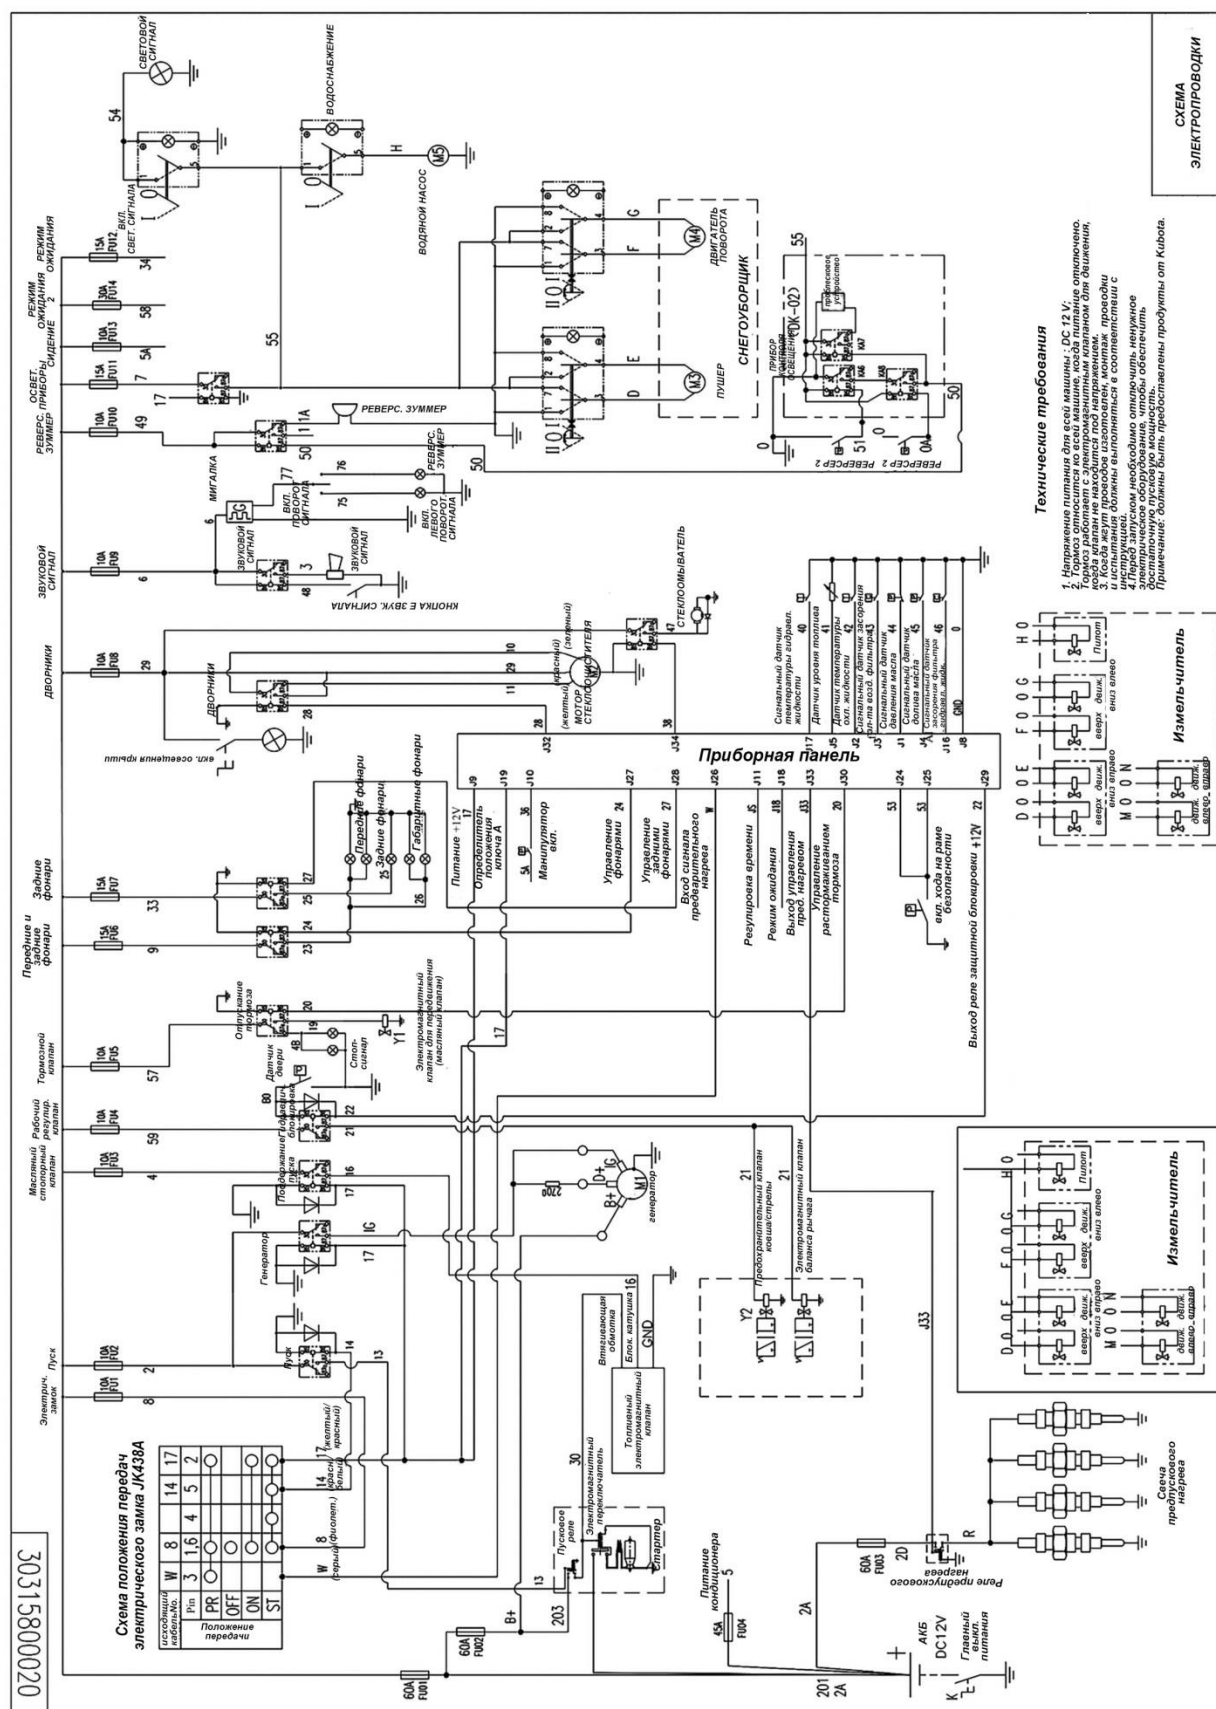

Рис. 9 Схема электропроводки
2.5.2.1 Номинальное напряжение системы 12 V, отрицательное заземление, однопроводная линия. Для детальной информации см. схему электропроводки рис. 9. Необслуживаемый аккумулятор (N120 120Ah) используется в основном как источник питания для стартера двигателя. Во время корректной работы генератор, объединенный с двигателем, заряжает аккумулятор. Если по каким-либо причинам аккумулятор не заряжается, его необходимо извлечь из машины для зарядки.